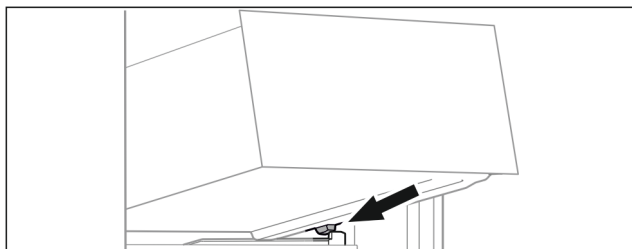

Fig. 69
- ▶ Schubfach schräg hinter den Stopperr auf Behälterrippe aufsetzen. (siehe Fig. 69)